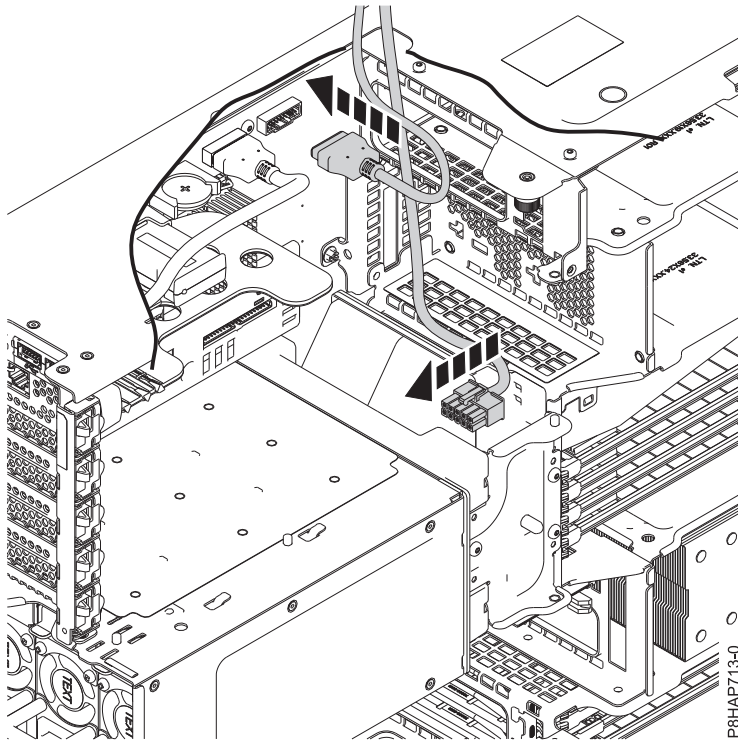

Figure 68. Connexion des câbles USB et des câbles d'alimentation électrique de la station d'accueil RDX interne (FC EUA3) à la carte système
3. Connectez la nouvelle alimentation électrique de la station d'accueil RDX interne (FC EUA3) à la carte système. Voir figure 68, à la page 80.